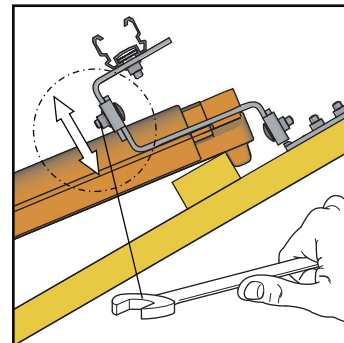
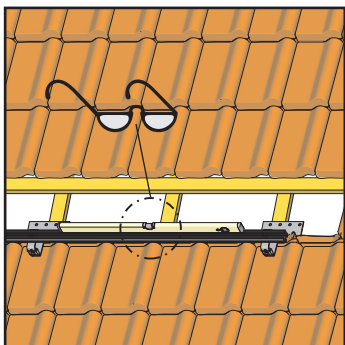

Bild 3-10 Höhenverstellung der Aufdachhaken
Bild 3-11 Profile je nach Anschluss waagrecht bzw. mit leichtem Gefälle ausrichten
12. Montageprofilschiene in der Höhe ausrichten (Bild 3-10 bis Bild 3-11).